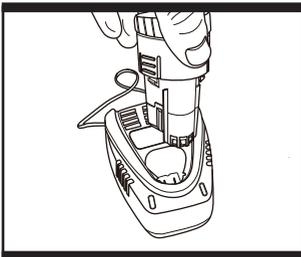

Fig. 1
1. CHARGER LA BATTERIE (Fig. 1 & 2)